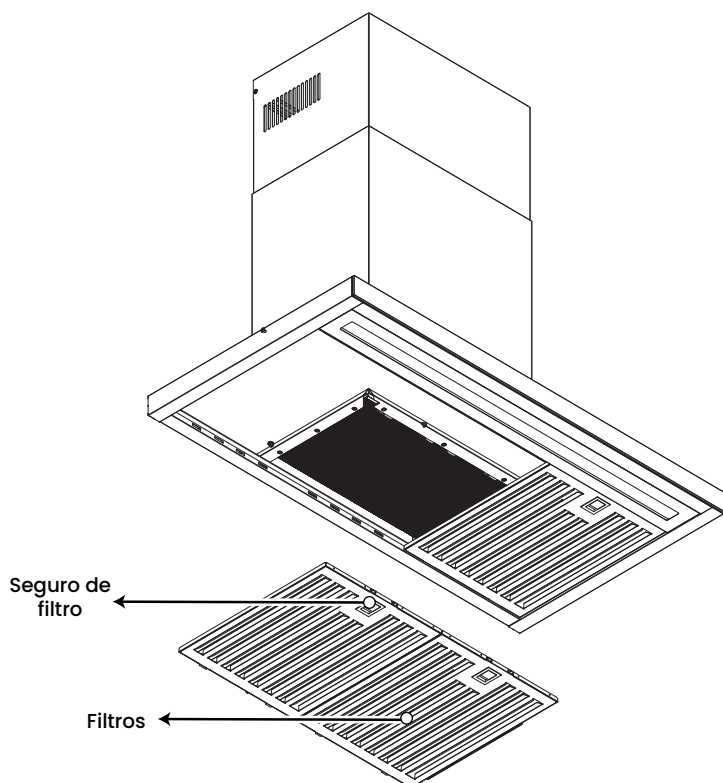

Fig. 33
- **Liberar filtros:** Ubica el seguro del filtro ver fig 33. Presiona o desliza para soltar los filtros de aluminio.